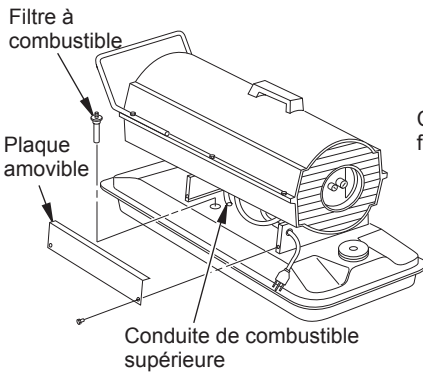

Figure 15 - Dépose du filtre à combustible, modèles 40/55T/70T
3. Détachez la conduite de combustible supérieure de l'embase du filtre (voir Figure 15 ou 16).
3. Enlevez les 4 vis de la plaque amovible avec une clé à douille de 5/16 po. Retirez la plaque amovible (voir Figures 15 et 16).
12. Remettez la plaque amovible (voir Figures 15 et 16, page 11).
- Enlevez les vis de la plaque amovible avec une clé à douille de 5/16 po (voir Figure 15 ou 16, page 11).
2. Enlevez les (4) vis de la plaque amovible avec une clé à douille de 5/16 po pour exposer la commande d'allumage (voir Figure 15 ou 16, page 11).